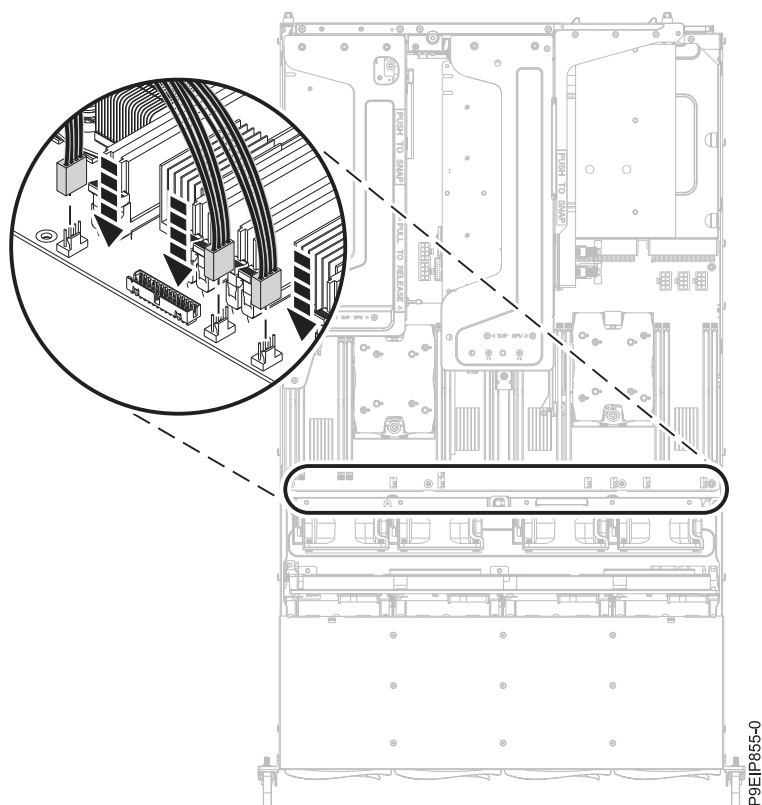

Figura 82. Conectando os cabos do ventilador
22. Conecte os quatro cabos de energia do ventilador ao painel traseiro do sistema conforme mostrado na Figura 82 na página 71.